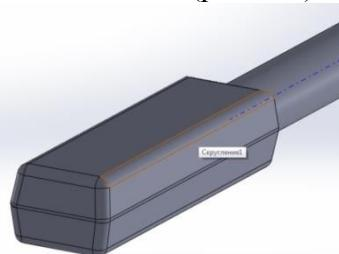

Рис. 4.2
**Ідея проекту** полягає у поступовому створенні ряду складових елементів цієї деталі, які можна умовно розбити на: рукоятку, переход і головку. Перший елемент рукоятка - буде **базовим елементом**. Всі інші елементи будуть створюватись на основі базового (рис. 4.2).